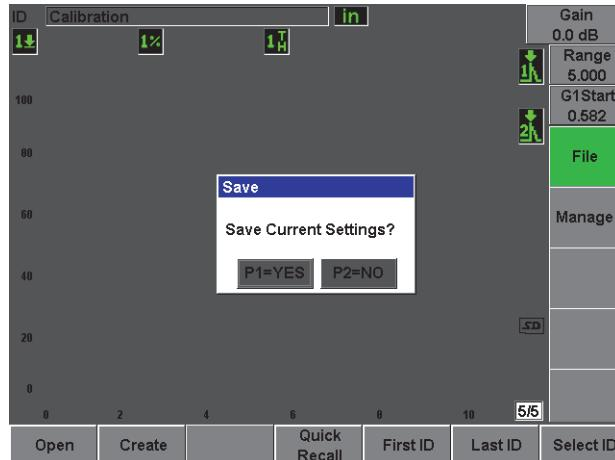

Рис. 2-21 Диалоговое окно Save (Сохранить)
10. Нажмите Save (Сохранить) [см. Рис. 2-21 на стр. 51].